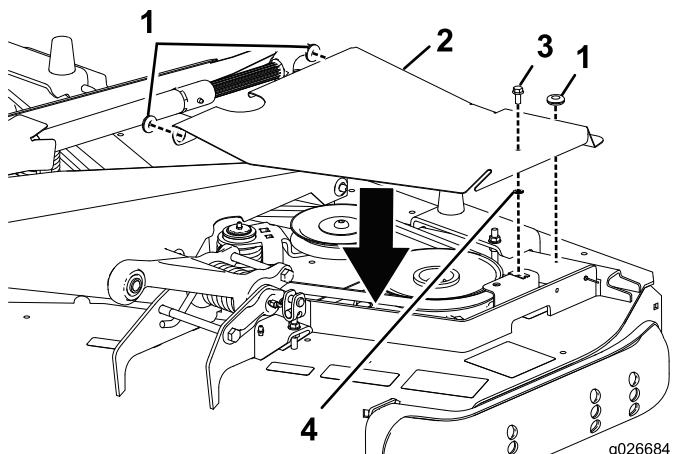

Figura 10
- Inserite un gommino in ciascuno dei 3 fori nel coperchio del piatto sinistro (Figura 10).
- Montate la vite esagonale flangiata e il dado in gabbia sul coperchio (Figura 10).
- Fissate il coperchio al dado di fissaggio esistente sul piatto con la vite esagonale flangiata precedentemente installata (Figura 10).